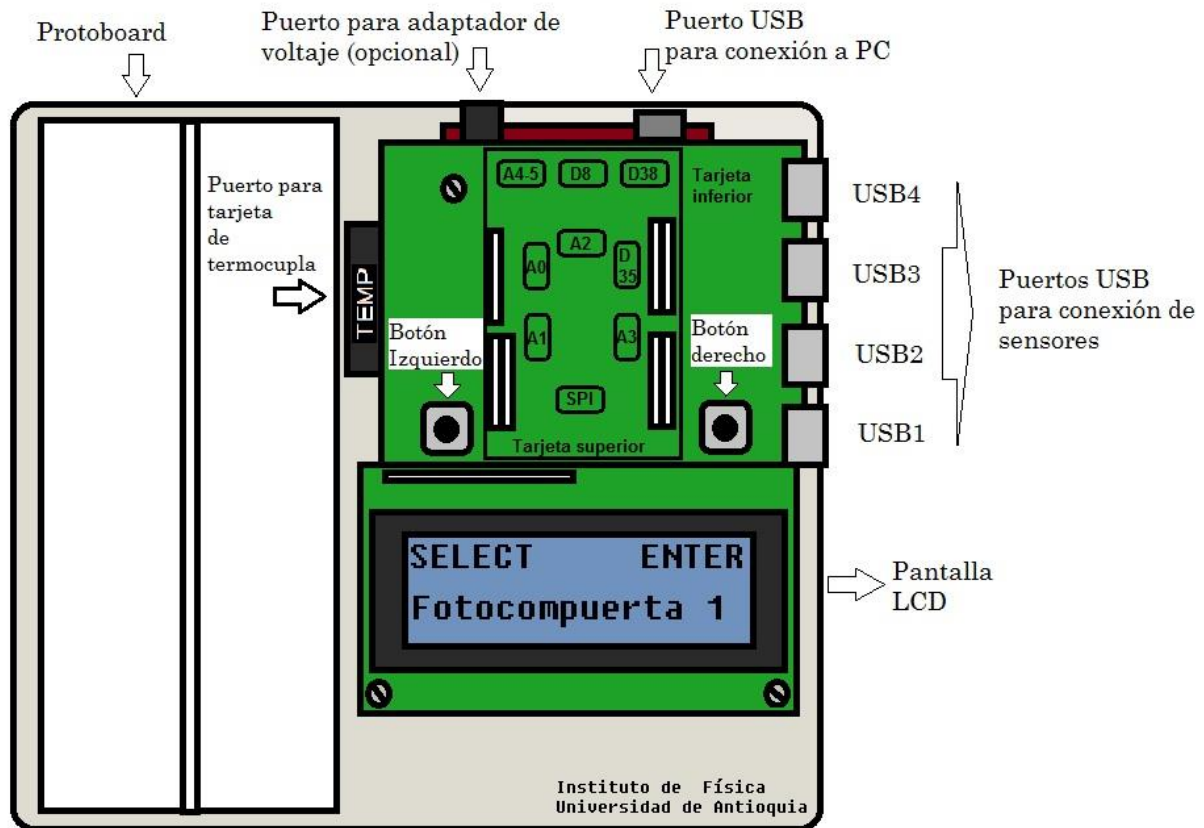

Figura 1. Sistema de adquisición de datos. Se observan los puertos accesibles al usuario de las tarjetas inferior y superior.
4. En el sistema seleccione la función deseada (ver descripción de las funciones) mediante el botón “SELECT” (botón izquierdo) y oprima “ENTER” (botón derecho). Ver figura 1.
Cuando la foto-compuerta es conectada al puerto USB1 (ver figura 1), el sistema arroja los tiempos (ms ó μ s) en que se produce una interrupción del haz. El contador se inicia en el momento que se presiona "ENTER". Esta función es útil en diversos experimentos de mecánica como el cálculo de velocidad angular en función del tiempo haciendo uso de una polea ranurada perpendicular al haz. Los tiempos son visualizados en el Serial Bluetooth Terminal .
Cuando la fotocompuerta es conectada al puerto USB1 (ver figura 1), el sistema arroja los tiempos (ms ó μ s) en que se produce una transición de claro a oscuro u oscuro a claro en el foto-detector.
Cuando dos fotocompuertas son conectadas a los puertos USB1 y USB2 (ver figura 1), el sistema arroja el tiempo transcurrido (ms) entre la interrupción de una fotocompuerta (USB1 ó USB2) y la interrupción de la otra (USB1 ó USB2). Esta función es útil en diversos experimentos de mecánica como el cálculo de velocidad promedio en un intervalo de longitud variable. Los tiempos son visualizados en el HyperSerialPort.
Cuando la fotocompuerta es conectada al puerto USB1 (ver figura 1), el sistema arroja el tiempo (ms) que dura una interrupción del haz. Esta función es muy útil para la medida de velocidades. Los tiempos son visualizados en el Serial Bluetooth Terminal . Esta opción permite ver el tiempo directamente en la pantalla del sistema.
Cuando las tarjetas de sensores análogos se conectan a los puertos USB3 ó USB4 (ver figura 1), el sistema arroja un número entero N entre 0 y 1023 que está relacionado con la variable física asociada al sensor correspondiente. Antes de comenzar la medida, se le pide al usuario escoger el tiempo entre datos presionando "SELECT" hasta llegar al valor deseado. Luego debe presionarse "ENTER". Los datos son visualizados en el Serial Bluetooth Terminal . Esta opción permite ver los valores directamente en la pantalla del sistema.
Esta función es similar a la de "Sensores USB3, USB4". La diferencia está en que en este caso las tarjetas de sensores se conectan en los puertos marcados como A0, A1, A2, A3 de la tarjeta ubicada en la parte superior (ver figura 1).
Cuando el módulo de termocupla MAX6674 ó MAX6675 se conecta al puerto TEMP (ver figura 1), el sistema arroja la temperatura en grados centígrados. Antes de comenzar la medición el sistema pide al usuario seleccionar la tarjeta que ha conectado: MAX6674 ó MAX6675. El rango de temperatura medible con la MAX6674 es (0°C, 128°C) con resolución de 0.13°C. Con la MAX6675 el rango es (0°C, 1024°C) y la resolución es 0.25 °C. La temperatura es visualizada en el Serial